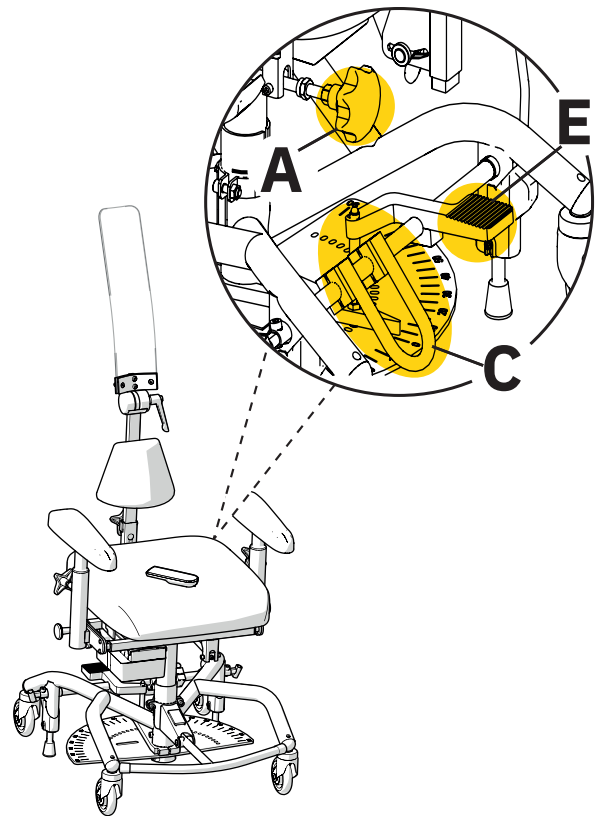
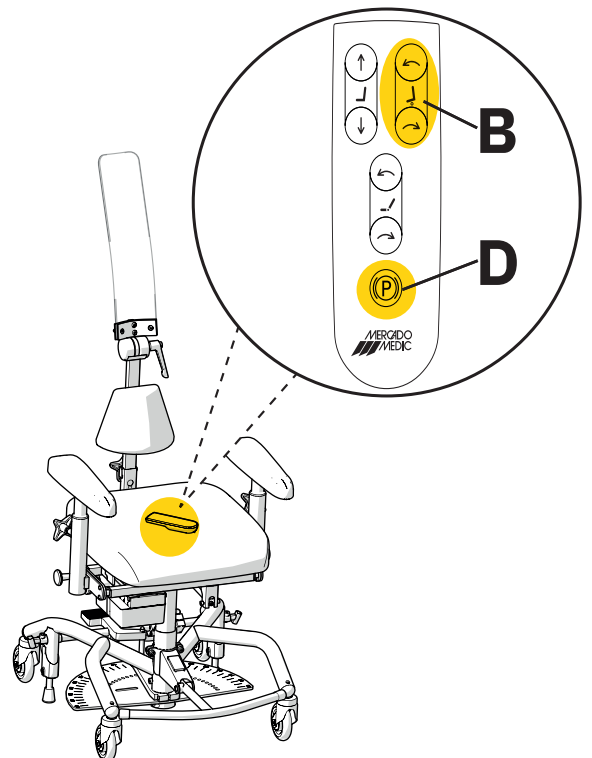

Abb. 2.2. Bedienelemente am Modell REAL 8100 PLUS 24V Standard
Abb. 2.3. Bedienelemente am Modell REAL 8100 PLUS 24V Komfort
Das Produkt ist mit einer elektrischen Höhenverstellung ausgestattet, die mittels Funkfernbedienung gesteuert wird. Je nach Modell kann die Neigung der Sitzfläche elektrisch oder manuell eingestellt werden. Die manuelle Einstellung erfolgt mit der Kurbel unter dem Sitz (A), siehe Abbildung 2.2. Die elektrische Sitzwinkelfunktion (B) wird mittels Funkfernbedienung gesteuert, siehe Abbildung 2.3. Je nach Modell ist das Produkt mit einer elektrischen oder manuellen Bremse ausgestattet. Die manuelle Bremse wird mit dem Pedal (C) aktiviert und deaktiviert, siehe Abbildung 2.2. Die elektrische Bremse (D) wird mittels Funkfernbedienung gesteuert, siehe Abbildung 2.3. Das Produkt ist mit einer arretierbaren Sitzdrehung versehen, die über ein Pedal (E) an der Rückseite des Rahmens bedient wird, siehe Abbildung 2.2. Drücken Sie das Pedal mit dem Fuß nach unten, um die Sitzdrehung zu entsperren, drehen Sie den Sitz bis zur gewünschten Gradangabe und lassen Sie das Pedal los, damit der Mechanismus in einer festen Position einrastet. Unter 5. Konfigurationen und Einstellungen finden Sie detaillierte Informationen zu allen Funktionen und Bedienelementen des Produkts.